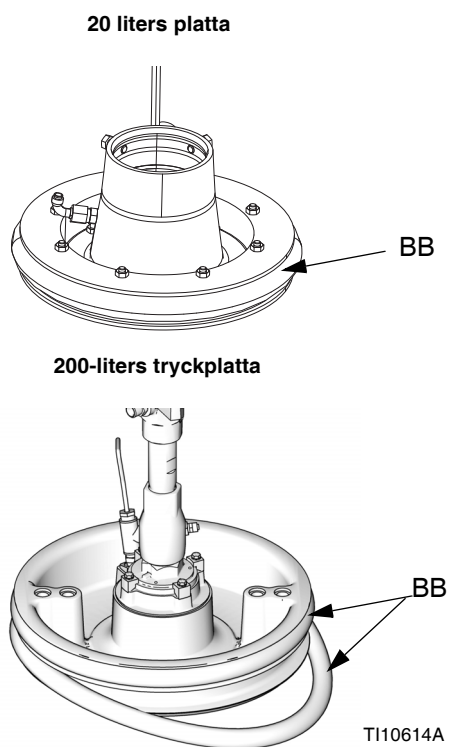

FIG. 42
1. Använd trä- eller plastredskap så att inte skrapan (BB) skadas och se till att få bort allt material ur tätningsspåren.
2. *Börja nedifrån* och vinkla en skrapätätning (BB) över baksidan av tryckplattan. Se FIG. 42.
3. Sätt i skrapan (BB) i toppspåret och skjut in framsidan av skrapätätningen i spåret.
4. Vid användning av en 200-liters tryckplatta, sätt i den andra skrapätätningen (BB) i nedre skåran och för ner framänden av skrapätätningen i skåran.